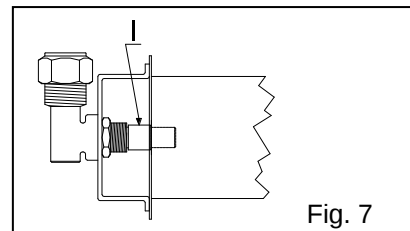

Fig. 7
5.2.2 Bruciatore principale (Fig. 7)